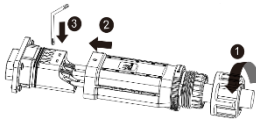
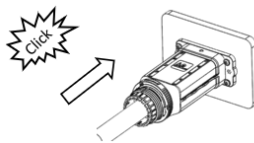

Fig. 11: Conectar los conductores
Fig. 12: Colocar la cubierta
- 1 Pase el cable configurado por la tuerca y la cubierta (fig. 11, n.º 1 y 2) y fíjelo al portacontactos (fig. 11/n.º 3) con la llave Allen suministrada siguiendo el orden de cables [⚙️_3 /  4,0 Nm].
- 2 Deslizar la cubierta (fig. 11, pos. 3) sobre el conector de modo que el orificio de la cubierta quede visible (fig. 12).